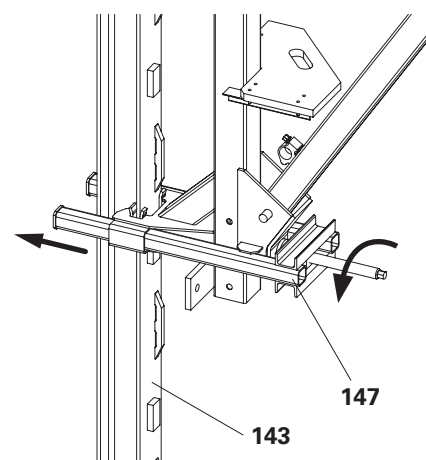

Fig. D2.06
7. Estendere la guida ACS (**147**) fino a quando la guida di ripresa ACS (**143**) oscilla liberamente e alleggerisce la guida di ripresa ACS (**143**). (Fig. D2.06)